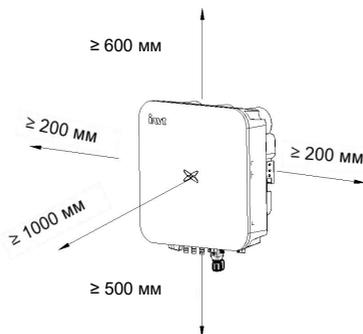

Рис. 4.4 Расстояние между инверторами при установке
(3) При установке нескольких инверторов между ними должно соблюдаться определенное расстояние, как показано на рис. 4.4. В то же время между верхней и нижней частями инвертора должно быть оставлено достаточное расстояние для обеспечения хорошего отвода тепла.